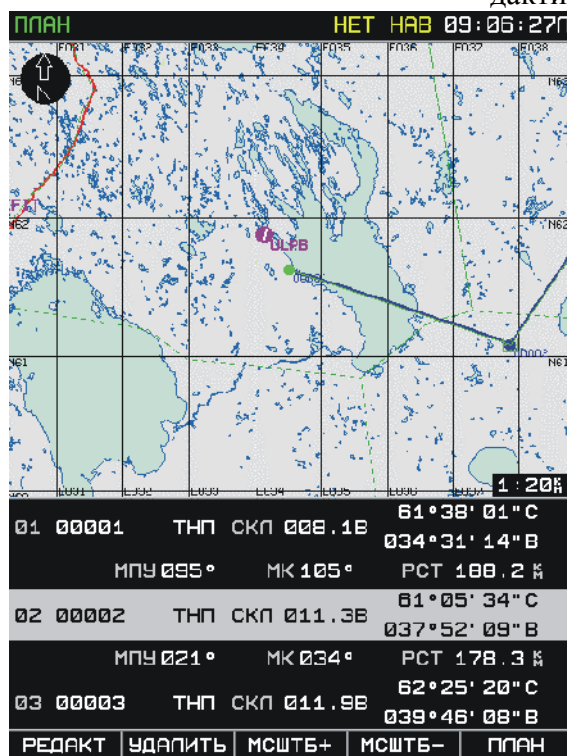

Рис. 101. Результат перемещения выбранного ППМ маршрута
- нажать кнопку "ВВОД" (Рис. 101).